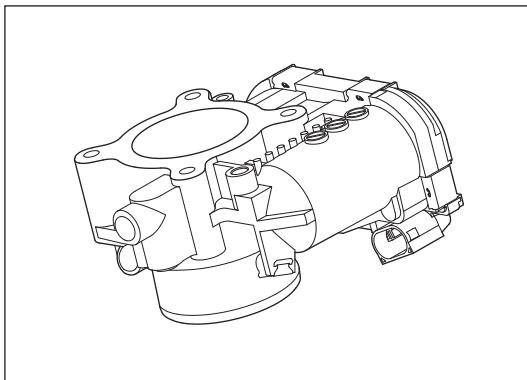

Рисунок 9-3-2. Дроссельная заслонка DVE-5
- » См. рис. 9-3-2.
(1) Назначение контактов разъема дроссельной заслонки а) Тип разъема DVE-5, назначение контактов Контакт:
(2) Принцип действия